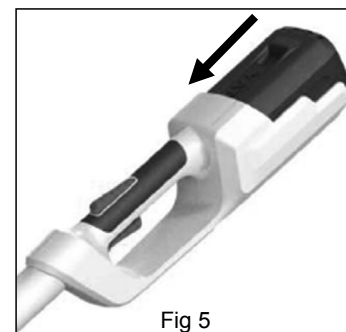

Fig 5
- Mettez la batterie en place comme sur la figure 5 jusqu'au verrouillage de la languette, en prenant soin de n'appuyer sur aucun bouton de commande pour éviter tout démarrage intempestif.